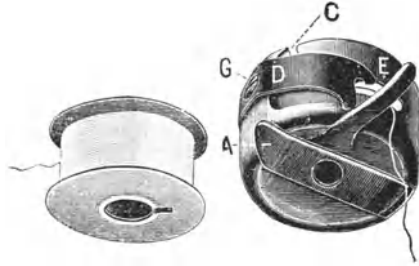
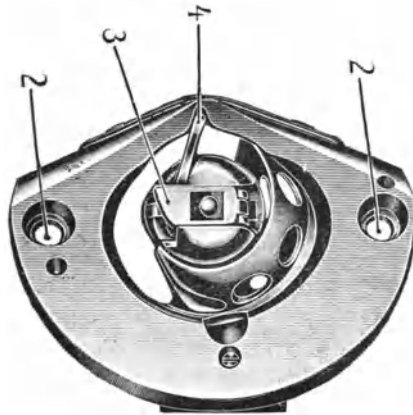

Abb. 25.
Abb. 26.
Die sehr breite Spule wird von einem mit Spannungsfeder (D) versehenen Spulengehäuse umfaßt (Abb. 25). Das Spulengehäuse wird mit der Spule auf einen Zapfen in der Greiferhöhlung gesteckt und durch einen aufklappbaren Deckel (A) gehalten. Der Greifer wird in seiner Bahn durch einen überzuschraubenden Deckring (siehe Abb. 26) gesichert. Damit die Spulenhülse nicht an der Bewegung des Greifers mit teilnehmen kann, wird sie mittels eines in einen Ausschnitt des Deckringes greifenden Dornes (E) gehalten. Der Deckring wird mit 2 Schrauben festgehalten und muß gelöst werden, wenn man Schmutz und Fäden aus der Schiffchenbahn entfernen will.